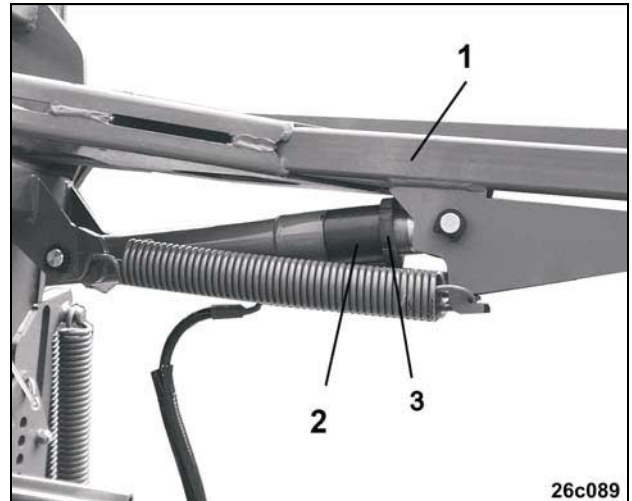

Fig. 103
- Contramoeren losdraaien (Fig. 103/3)
- Aanslagmoer (Fig. 103/2) zover verdraaien, tot de arm van de markeur (Fig. 103/1) horizontaal staat.
- Contramoer (Fig. 103/3) vastzetten en daarmee de instelling borgen.